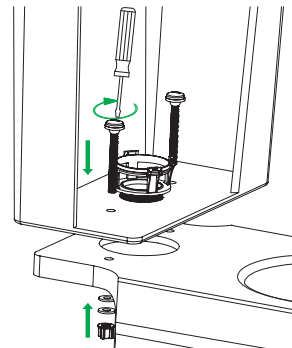

Рис. 15 / 15-сур.
2. Вставьте болты с надетой резиновой прокладкой в отверстие бачка и чаши унитаза и закрепите бачок на унитазе согласно рис. 15.